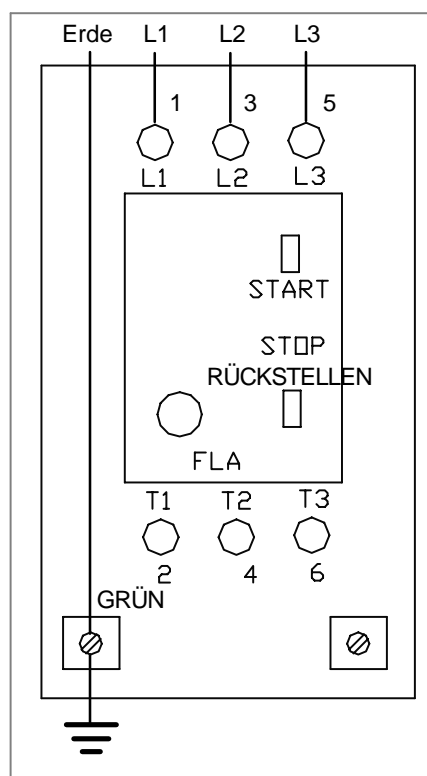

Abbildung 12
2. Kabel durch den Klemmverschluß führen (AB), und Mutter festziehen.
3. Für eine korrekte Dreiphasen-Motorwellendrehung die Leitungsphasensequenz L1, L2 u. L3 wie gezeigt mit den Anschlußklemmen verbinden (Abbildung 12).
HINWEIS: Der Erdleiter des Motors wird auch an der links mit \perp markierten Anschlußklemme befestigt (Abbildung 12).
4. Den Erdleiter an der unten links \perp markierten Anschlußklemme befestigen (Abbildung 12).